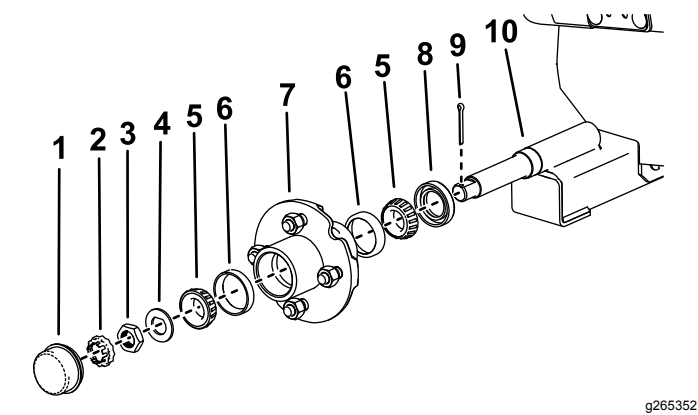

图16
3. 从轮毂上卸下防尘盖图16。
4. 卸下开口销和定位器锁紧螺母图16。
5. 从轴上卸下轮毂螺母、主轴垫圈和轮毂组件图16。
3. 如图16所示将轴承外圈和轴承安装到轮毂组件。
1. 如图16所示安装油封、轮毂组件及主轴垫圈。